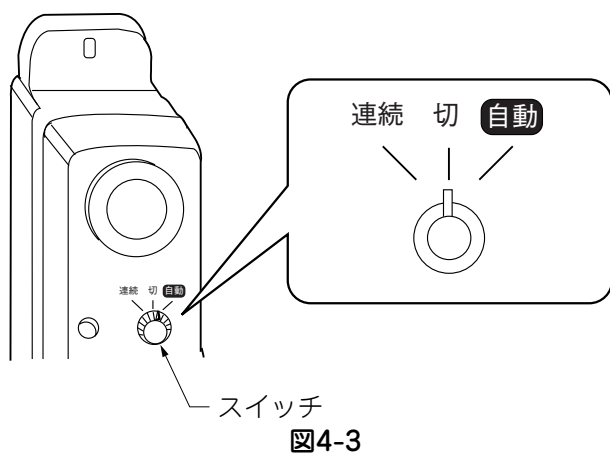

図4-3
②スイッチを「連続」の位置にします。ライトが点灯することを確認してください。（図4-3）